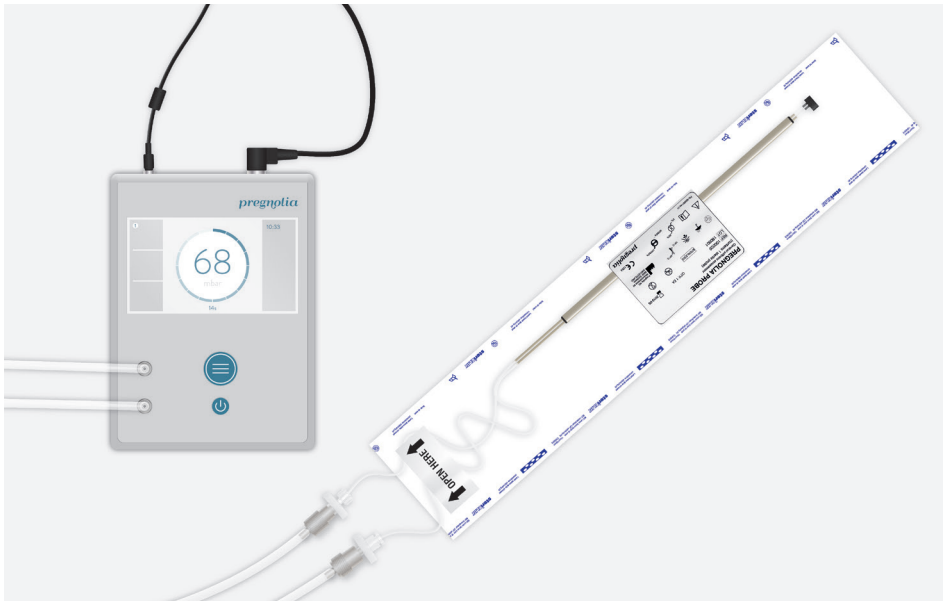

ABBILDUNG 15: Schritt 3. Verbinden Sie die *Filter* mit dem *Verbindungsschlauch*, während Sie die *Sonde* noch im *Sterilbeutel* lassen.
- 3) Verbinden Sie den *Verbindungsschlauch* mit den freiliegenden *Filtern* der *Sonde*, ohne die *Sonde* aus dem *Sterilbeutel* zu entfernen (ABBILDUNG 15).